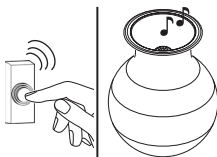

Figura 6
4. **Pruebe el alcance.** Ponga provisionalmente la campana y el pulsador en la posición donde los quiera instalar. Presione el pulsador para verificar que la campana y el pulsador funcionen apropiadamente (vea la Figura 6). Si la campana no suena, acerque la campana al pulsador y pruebe de nuevo.